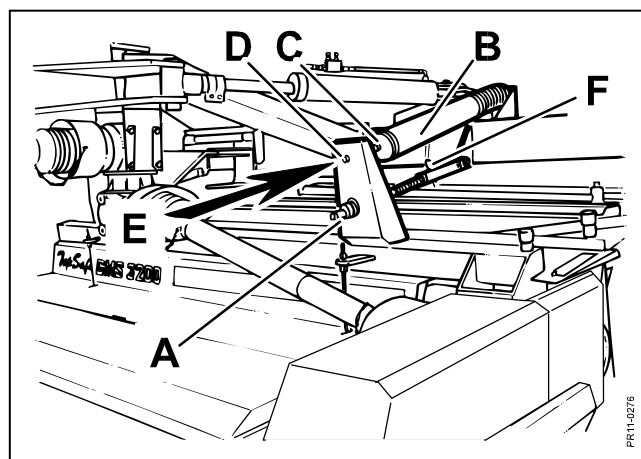

Fig. 3-14
- Fig. 3-14** Finindstilling kan foretages ved justering af skivebjælkens hældning på spindlen ved **A**. En fjedersplit **F** fastholder indstillingen. **Spindlens længde skal være ens i højre og venstre side! Dette er vigtigt, for at skærebordet ikke krænger, hvilket giver et utilfredsstillende arbejdsresultat.**
- Fig. 3-14** 4) **Top Safe** fjedrene **B** justeres nu, indtil man kan bevæge skærebordet i retning **E**, med et **passende tryk**. Kontramøtrikken **C** løsnes og justering foretages på **D**.
NB! Disse **TOP SAFE** fjedre er af hensyn til transport ikke justeret fra fabrikken, og efter justering bør det kontrolleres, **at fjedrenes tilspænding er ens i højre og venstre side**. Dette kan enten kontrolleres med vægt eller ved at sammenligne længderne af fjedrene **B** (fig. 3-14).
A) Ved at løsne de vandrette Top Safe fjedre lidt (Fig. 3-14) side 34, og stramme de lodrette højdeaflastningsfjedre lidt (Fig. 3-12).